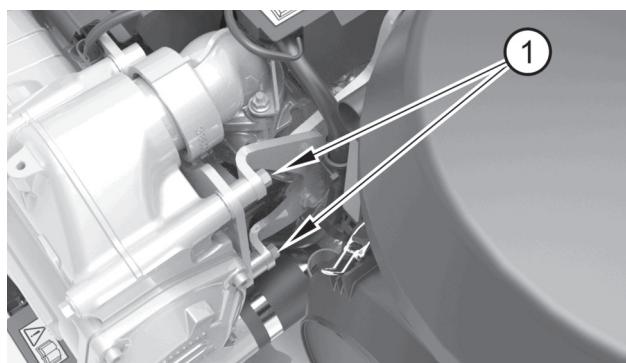

Figura 19
5. Quite los tornillos que sujetan el conjunto en la parte trasera (figura 19, elemento 1).